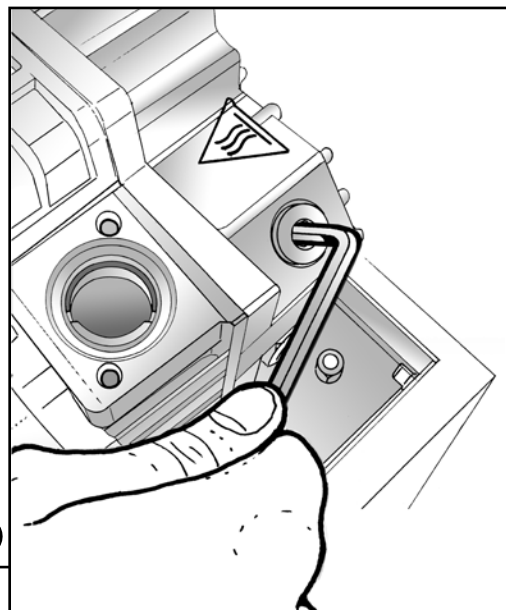

Fig. 13
- 7) Desenroscar con una llave hexagonal el tapón de carga del aceite en la parte superior de la bomba (**Fig. 13**).